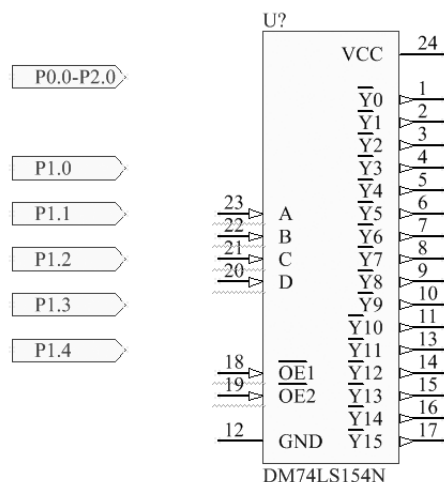

图 15-22 放置元件“DM74LS154N”
1) 放置元件。将“FSC Logic Decoder Demux. IntLib”元件库中的 DM74LS154N 放到原理图中，如图 15-22 所示。